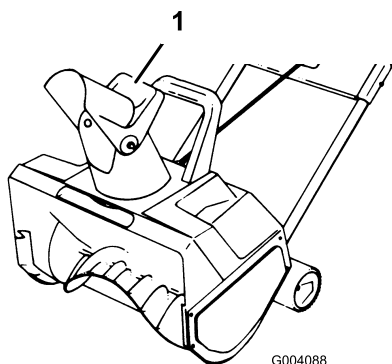

Figure 9
- Réglez la hauteur d'éjection en élevant ou abaissant plus ou moins le déflecteur (Figure 9).